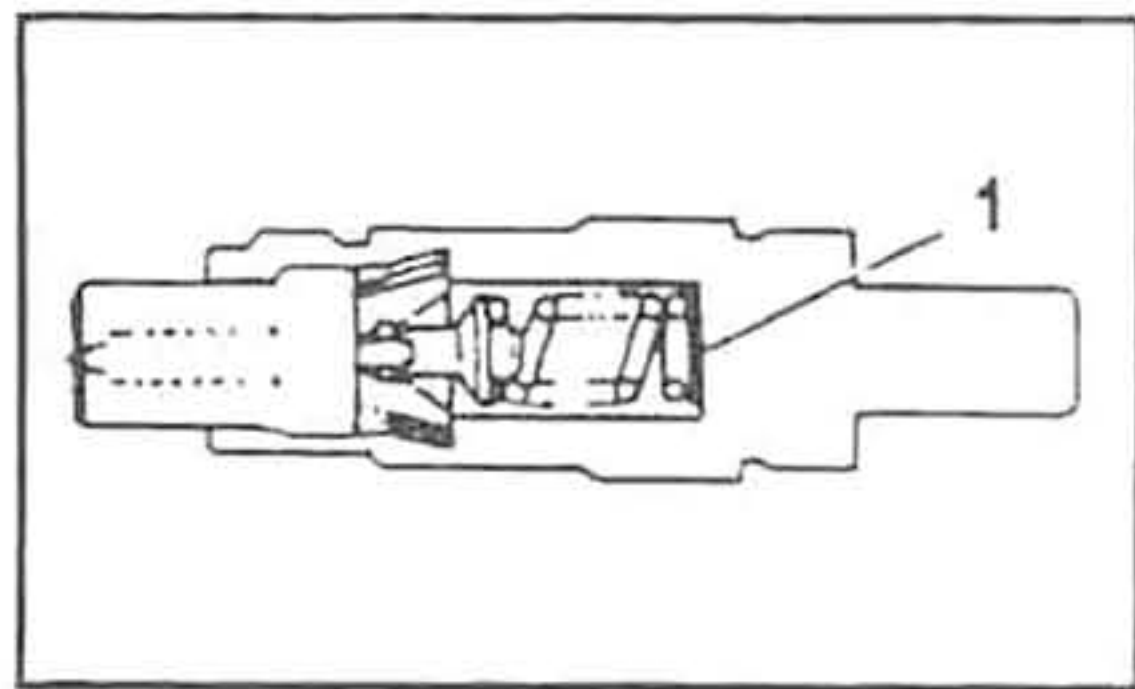

Рис. 352. 1. Прокладка.
Затяните гайку, поднимите давление до начала впрыскивания и определите давление по манометру тестера в момент начала снижения. Давление работавшей форсунки как правило ниже указанного примерно на 10 кг/см^2 (не более). Начальное давление впрыскивания регулируется установкой прокладки (1) под пружину (рис. 352).